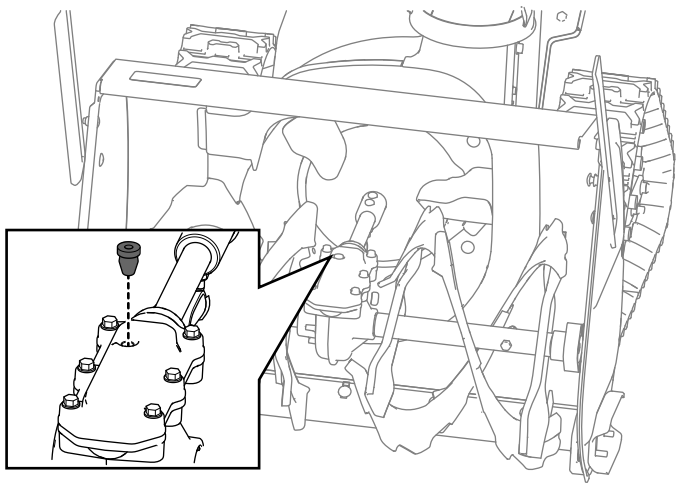

Figura 33
2. Limpe a área em redor do tampão do tubo e remova o tampão da caixa de engrenagens (Figura 33).